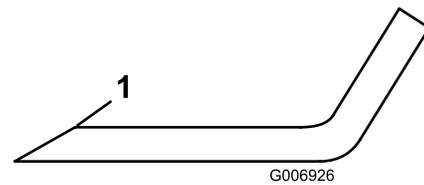

図 78
5. 全部のブレードの切っ先を丁寧に点検する。切っ先が鈍くなっていたり欠けていたりした場合には研磨する。研磨は刃先の上面だけに行い、刃の元々の角度を変えずに刃先を鋭利にする 図 78。
6. 刃先に摩耗や欠けがある場合には研磨するが、研磨は刃先の上面だけに行い、刃の元々の角度を変えないように十分注意する 図 78。